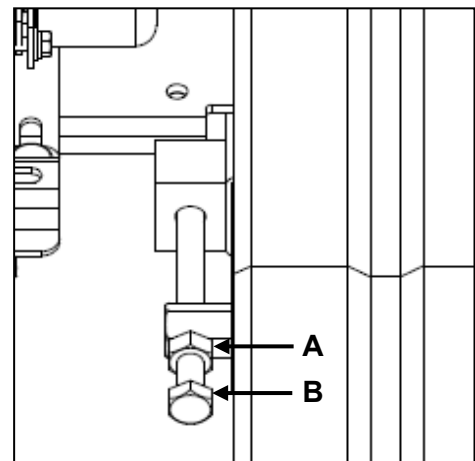

Figura 27
2. Afloje la contratuerca (A, Figura 27) en la parte trasera de la máquina.
3. Gire el perno de tensión (B, Figura 27) en sentido horario para aumentar la tensión de la oruga y en sentido antihorario para disminuir.